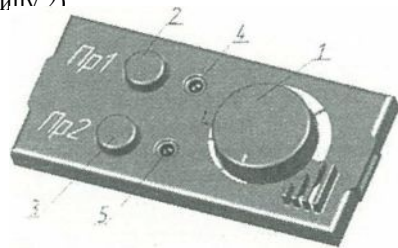

Рис. 2
4.3 Управление подогревателем осуществляется пультом управления, который располагается на приборной панели транспортного средства. На лицевой панели пульта введена ручка поз.1 (рис.2) потенциометра для задания температуры воздуха внутри салона автомобиля. Температура может задаваться от +15 °С до +30 °С (одно деление на панели пульта соответствует повышению температуры на 3 °С).
На лицевой панели пульта управления также выведены светодиоды поз 4 и поз. 5 (см. рис. 2), которые показывают состояние подогревателя и программу, по которой работает подогреватель (см. таблицу 2).